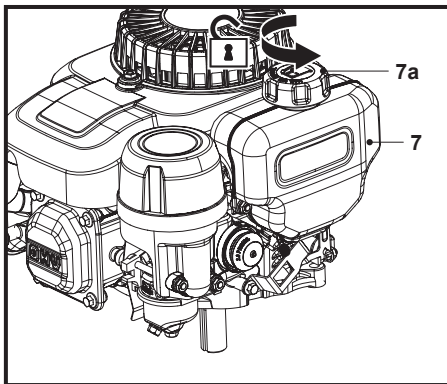

Fig. 6
3. Dévisser et retirer le bouchon du réservoir de carburant (7a) (Fig. 6).